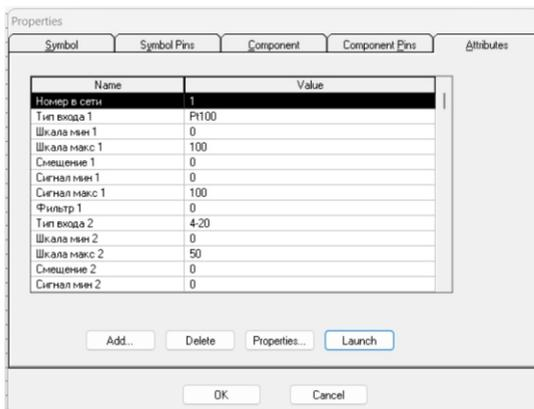

Рис. 2 Конфігуратор блоку "Аналоговий ввід"
1.4 Конфігуратор блоку містить наступні конфігураційні вікна (Рис. 2):